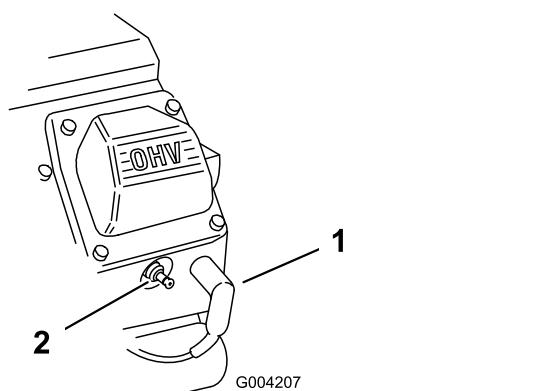

Figure 47
2. Débranchez les fils des bougies (Figure 47).
3. Rebranchez le fil de la ou des bougies (Figure 47).